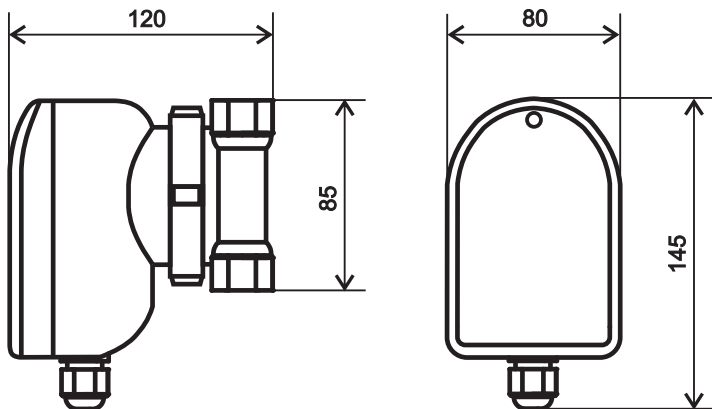

Рис.1 Монтажные размеры насоса.
2.13. Технические характеристики циркуляционного насоса приведены в таблице 1. Монтажные размеры указаны на Рис.1.